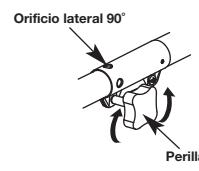

Fig. 14
- Gire la perilla en sentido antihorario para aflojarla (Fig. 14).
- Gire la perilla en sentido horario para ajustarla (Fig. 14).
Para recortar bordes mientras usa el accesorio de corte de cabeza de línea con modelos EZ-LINK®, trabe el botón de desconexión en el orificio lateral de 90° (Fig. 14).